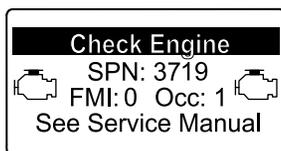

Рисунок 43
- Если потребуется восстановительная регенерация, инфо-центр отобразит предупреждение по двигателю SPN 3719, FMI 16 (Рисунок 43) и компьютер двигателя снизит его мощность до 85%.